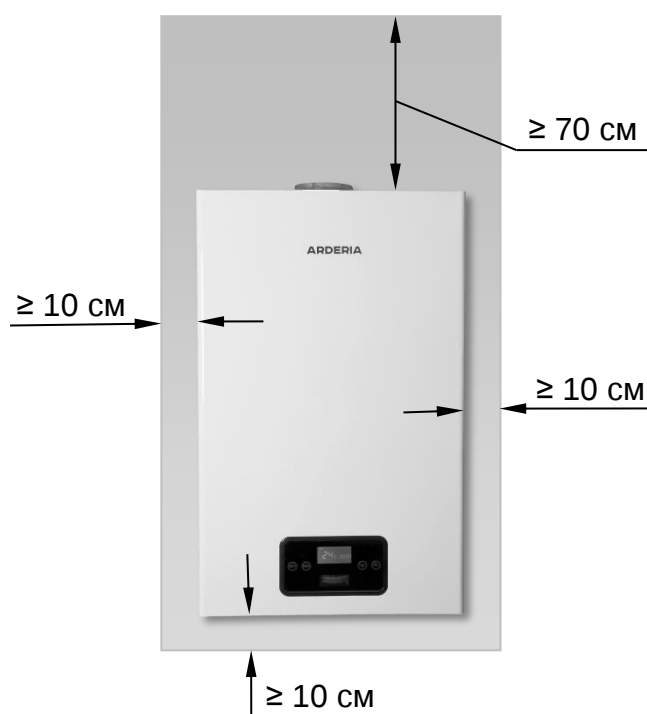

Рис. 10
- При монтаже котла на стену из трудносгораемых и сгораемых (слабогорючих и горючих) материалов, стена **должна быть** изолирована несгораемыми материалами (например: кровельной сталью по листу асбеста толщиной не менее 3 мм. или известковой штукатуркой толщиной не менее 10 мм) или экранами заводского изготовления. Указанное покрытие **должно выступать** за габариты корпуса котла не менее, чем на 10 см. и на 70 см. сверху (См. Рис. 10). При невозможности выдержать расстояние в 70 см. сверху, а так же при монтаже горизонтальной системы дымоудаления, **допускается** уменьшить его в многоквартирных жилых домах до 50 см., в квартирах многоквартирных домов до 10 см.